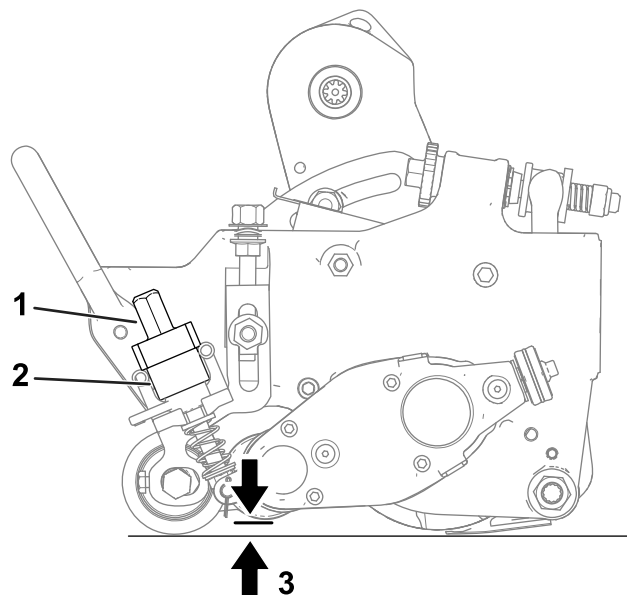

Рисунок 19
- A. Убедитесь, что рычаги быстрого подъема (**Рисунок 19**) находятся в РАБОЧЕМ положении (т.е. концы рычагов направлены в сторону передней части режущего блока).
- B. С одного конца механической щетки измерьте расстояние от самого нижнего конца ножа механической щетки до рабочей поверхности (**Рисунок 19**). Поворачивая ручку регулировки высоты, поднимите или опустите конец ножа механической щетки на требуемую высоту. (**Рисунок 19**).